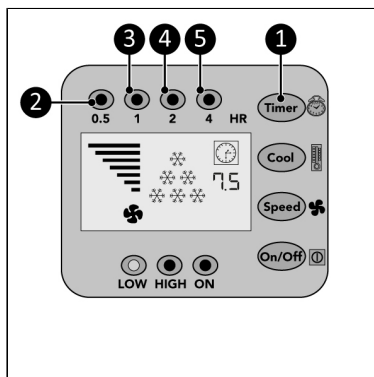

Figura 79.
1. Premi ripetutamente il tasto Timer (Figura 79, pos. 1) per avviare il conto alla rovescia di:
- 0.5 ora: l'indicatore 0.5h (Figura 79, pos. 2) si accenderà;
- 1 ora: l'indicatore 1h (Figura 79, pos. 3) si accenderà;
- 2 ore: l'indicatore 2h (Figura 79, pos. 4) si accenderà;
- 4 ore: l'indicatore 4h (Figura 79, pos. 5) si accenderà;
- 7.5 ore: l'indicatore 0.5 h, 1 h, 2 h, 4h (Figura 79, pos. 2, 3, 4 and 5) si accenderanno.